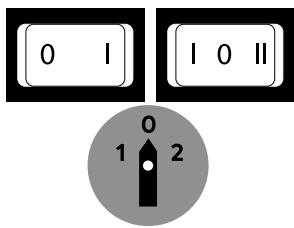

Fig. 1
- Tout type d'opération, que ce soit le nettoyage, le contrôle du produit traité, le réglage, le montage, etc., doit toujours être effectuée avec la machine à l'arrêt, c'est-à-dire avec l'interrupteur en position zéro (voir Fig. 1) et la fiche du câble d'alimentation débranchée de la prise de courant, afin d'éviter tout démarrage involontaire possible pendant une phase différente que celle de traitement.
- Seulement à ce stade, après avoir soigneusement vérifié que l'interrupteur du moteur soit en position **0** (Fig.1), la fiche peut être insérée dans la prise de courant.
1. Insérer le ressort sur le manchon (G) du côté du cadre.
2. Insérer le manchon (G) horizontalement du côté de l'arbre cannelé dans le corps (C). Voir également la NOTE à la page suivante.
3. Insérer le filtre (F) sur l'hélice (E) en exerçant une légère pression vers le moteur réducteur, suivie d'une rotation dans le sens inverse des aiguilles d'une montre pour le faire s'engager sur le corps (C); (il est recommandé, pendant la phase de montage du filtre, de faire coïncider les encoches d'engagement sur le filtre avec celles du corps).
4. Enfin, monter le collecteur (R), en le bloquant au moyen des ressorts de fixation sur le filtre, et la tremie (T) en l'insérant sur la bouche supérieure du corps.
5. Pour les modèles de moteur réducteurs équipés d'un interrupteur/inverseur, l'option presse-tomates doit être activée uniquement en sélectionnant l'inverseur sur la position 1 (Fig.1).